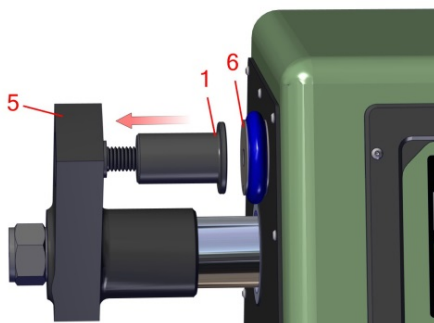

Рисунок 5.1.2
2. Установите регулируемый держатель зажима (Рисунок 5.1.2, Поз. 1) в подвижную штангу (Рисунок 5.1.2, Поз. 5) Электронного универсального прибора для определения прочностных свойств смеси (Модель 42104) (см. Рисунок 5.1.2).
3. Выберите или два зажима для теста на сдвиг или два зажима для теста на сжатие. Выровняйте шпильки, расположенные на задней стороне зажимов с отверстиями, расположенными на подвижной штанге (Рисунок 5.1.2, Поз. 5) и стационарном держателе (Рисунок 5.1.2, Поз. 6). Мягко вставьте зажимы в подвижную штангу и стационарный держатель.